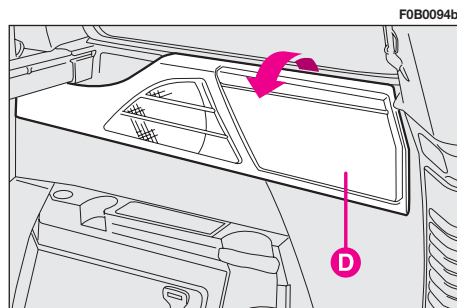

fig. 127
– compartiments porte-documents **D**-fig. 127 dans les panneaux latéraux troisième rangée (lorsqu'ils sont prévus). Pour les utiliser, agir dans le sens indiqué par la flèche.